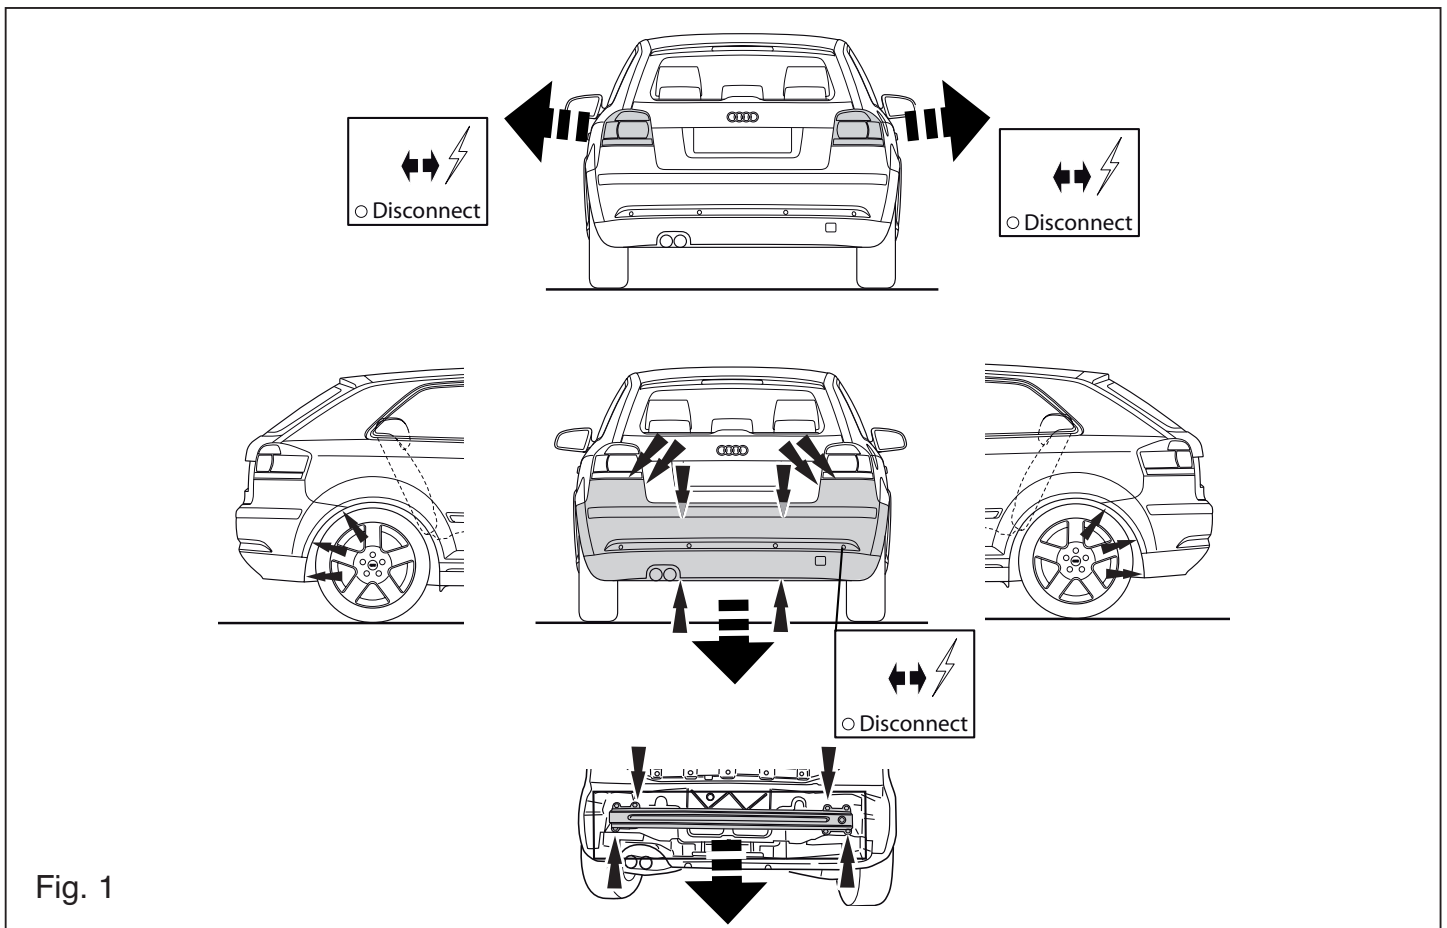

Fig. 1
2. Снять бампер. См. рисунок 1.
1. Remove the rear-light units. See figure 1.
2. Remove the bumper. See figure 1.
1. Die Rücklichter abmontieren. Siehe Abbildung 1.
2. Die Stoßstange abmontieren. Siehe Abbildung 1.